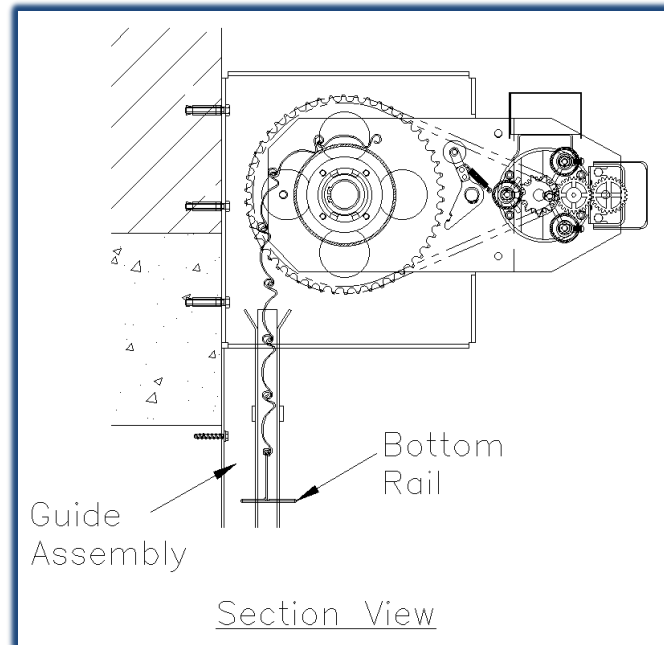

**Fig. 008**
- 10) For å montere den øverste delen av gardinen til valsen, løfter du seksjonen på plass (passende løfteutstyr kreves) med den øvre låsekoblingen inn mellom strukturen og rullen. Plasser den øvre låsekoblingen på toppen av rullen og fest den på plass med de tidligere fjernede festene. Forsikre deg om at låsekoblingen er plassert i riktig avstand fra enden av rullen ved å referere til målingen som er tatt tidligere (som forklart i note 4). **Se fig. 008**